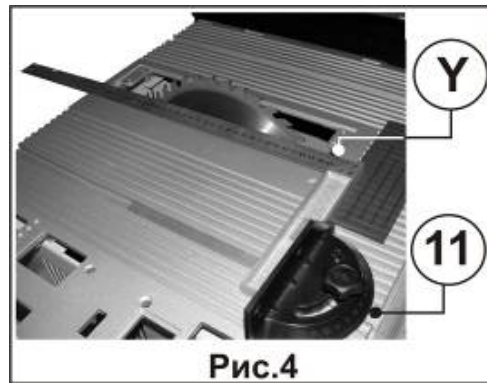
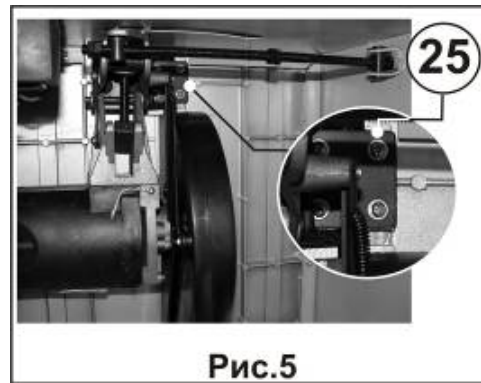

Рис.4
Рис.5
Приложите прямоугольный угольник (Y) внешней стороной к плоскости пильного диска, а базовую сторону угольника прижмите к опорной плоскости упора для косоугольного и поперечного пиления (11), установленного на угол 90° (Рис.4). В случае, если точность установки нарушена, пильный диск необходимо отрегулировать следующим образом (Рис.5):